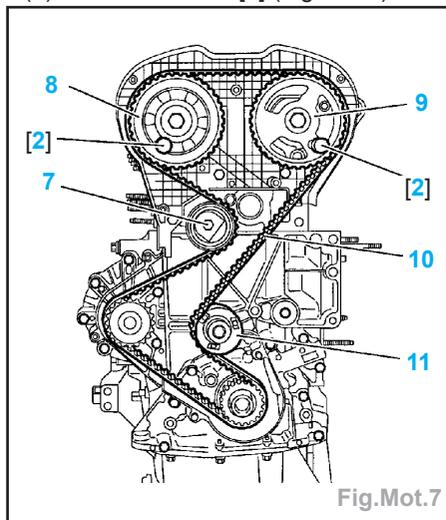

Fig.Mot.7
- Piger les poulies d'arbre à cames (8) et (9) à l'aide de l'outil [2] (Fig.Mot.7).